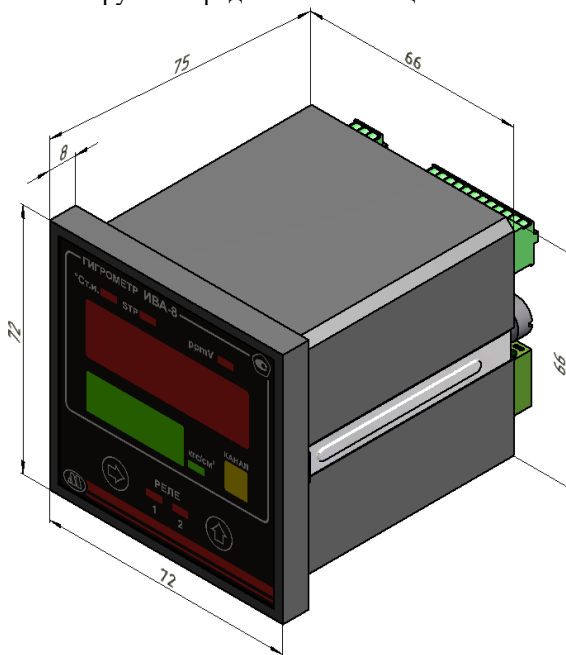

Рис.2. Внешний вид и установочные размеры блока индикации.
Гигрометр состоит из блока индикации (рис.2) и подключаемых к нему измерительных преобразователей (рис.1). Измерительные преобразователи подключаются к блоку индикации трехпроводным кабелем параллельно.
2.1.2. Блок индикации гигрометра рассчитан на утопленный монтаж на щите вдали от силовых щитов и оборудования, создающих сильные электромагнитные и электрические поля. Установочные размеры блока индикации показаны на рис.2.